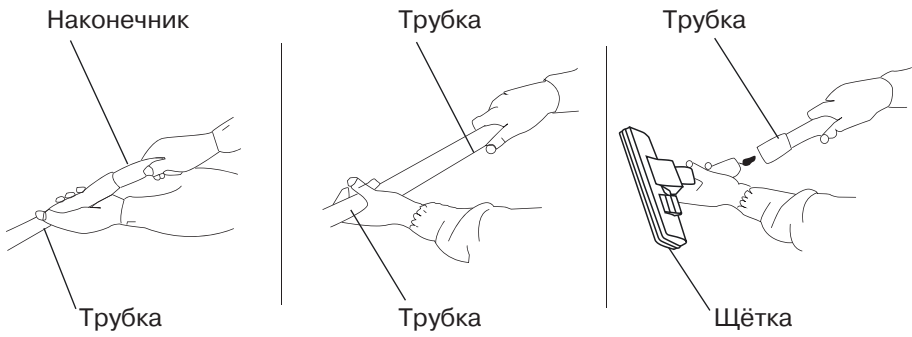

Рис.2
- Подсоедините телескопическую удлинительную трубку (4) к ручке гибкого шланга (5).
- Выдвиньте нижнюю часть телескопической трубки на необходимую длину (рис. 2).
- Выберите необходимую насадку – щётку для пола/ковровых покрытий (1) или щелевую насадку (28) – и подсоедините её к телескопической удлинительной трубке (4) (рис. 2).
- При необходимости можно подсоединять насадку (28) непосредственно к ручке гибкого шланга (5).
- Во время работы держитесь за удлинительную трубку (4) или за ручку гибкого шланга (5).